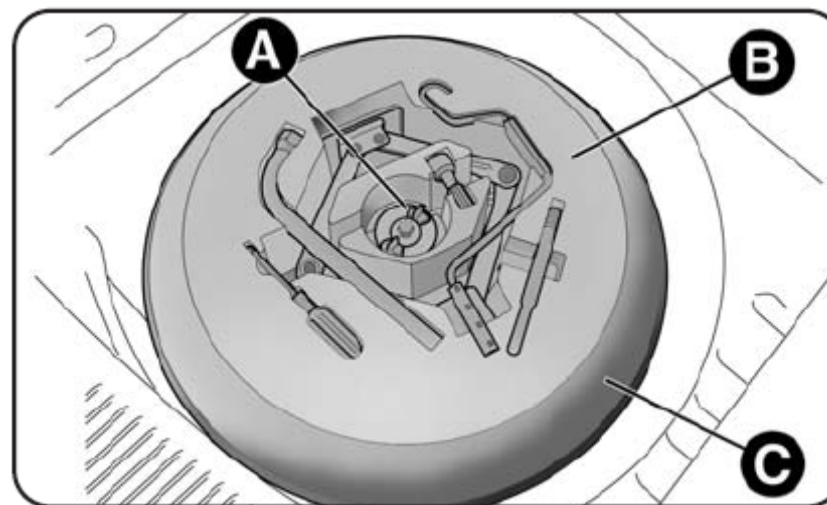

Рис. 3
- Выверните фиксаторы А– рис.3; извлеките поддон с инструментом В и расположите его рядом с подлежащего замене колеса; извлеките запасное колесо С;
- прикрепить провод В - рис. 108 к липучке С. Затем завинтить фиксатор А – рис. 3 и опустить коврик на пол багажника.